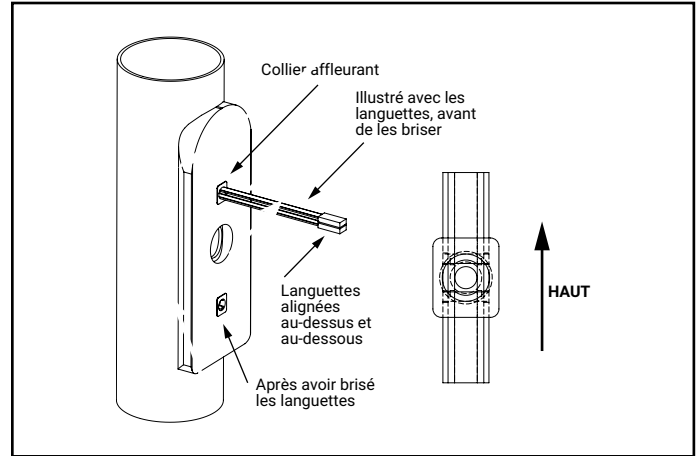

Figure 2
1. Fixez les boulons à ailettes au poteau en insérant l'ailette dans le poteau. Si vous utilisez l'adaptateur pour poteau rond (facultatif) illustré, installez l'ailette par les trous de 1,3 cm (1/2 po) en premier. Attachez le collier contre le poteau et retirez les languettes pour les doigts. Serrer les languettes les détachera au niveau du collier d'attache (Figure 2)